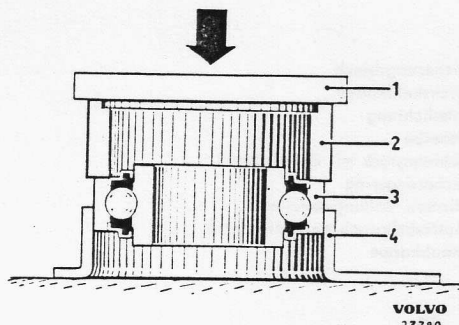

Bild 4-3. Zwischenlager einbauen
2. Gehäuse (9) mit Zwischenlager (8) nach hinten abziehen. Zwischenlager mit passendem Werkzeug aus dem Gehäuse pressen. Neues Kugellager mit Montagering SVO 4081 (siehe Bild 4-3) in das Gehäuse pressen. Wenn der Durchmesser des Presskolbens kleiner als der Montagering ist, eine Platte über den Montagering legen.
1. Lager (8. Bild 4-1) mit Montagerring SVO 4081 in das Gehäuse pressen, siehe Bild 4-3. Staubkappe (7. Bild 4-1), Lager, Druckscheibe (10) und Sicherungsblech (11) an die vordere Rollengelenkwelle anbauen.